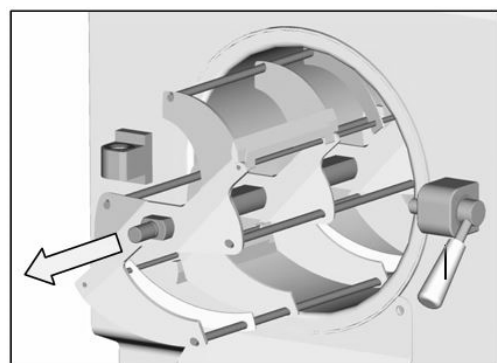

Fig.12
- Tire hacia usted el agitador para extraerlo del cilindro de mantecación (Fig. 12).